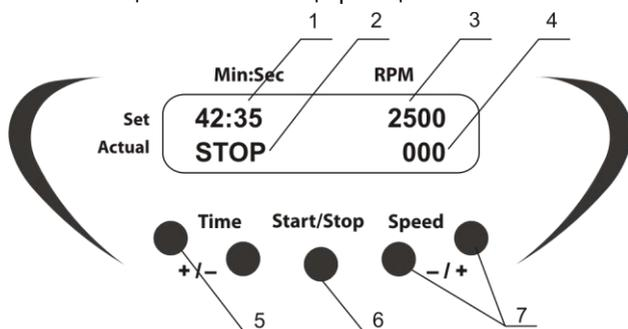

Рисунок 1. Панель управления
- 4.4. Используйте кнопки + и - **Speed** (рис. 1/7), чтобы установить требуемую скорость (шаг - 100 об/мин). При долгом нажатии кнопки, скорость смены значений увеличивается. Установленное значение отображается в верхней строке дисплея (рис. 1/3).
- 4.5. Используйте кнопки + и - **Time** (рис. 1/5), чтобы установить требуемый интервал рабочего времени в минутах и секундах (шаг - 1 мин). При долгом нажатии кнопки, скорость смены значений увеличивается. Установленное значение отображается в верхней строке дисплея (рис. 1/1).
- 4.6. Нажмите кнопку **Start/Stop** (рис. 1/6). Платформа начнет завихрения, и индикатор таймера начнет подсчитывать временной интервал в нижней строке дисплея - Active (рис. 1/2).
- 4.7. Если рабочее время не установлено (или сброшено), и на дисплее отображается 00:00, нажатие кнопки **Start/Stop** будет приводить к непрерывной работе устройства до нажатия кнопки **Start/Stop**. Фактическое значение скорости платформы отображается в нижней строке дисплея (рис. 1/4)